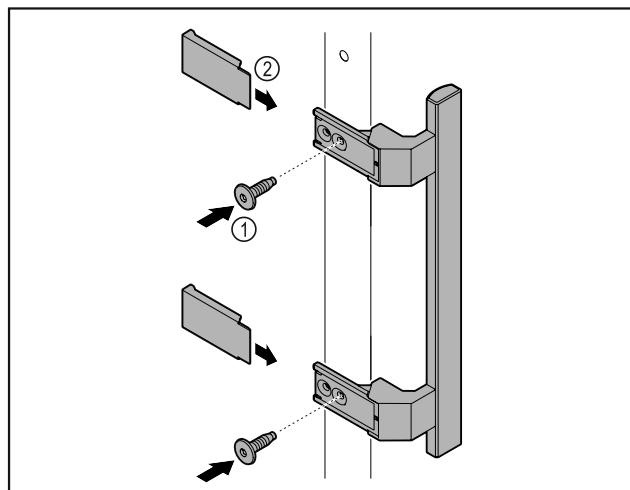

Fig. 8
- Установите на двери ручку из набора принадлежностей, используя прилагающиеся винты Fig. 8 (1).
- Установите крышку Fig. 8 (2).